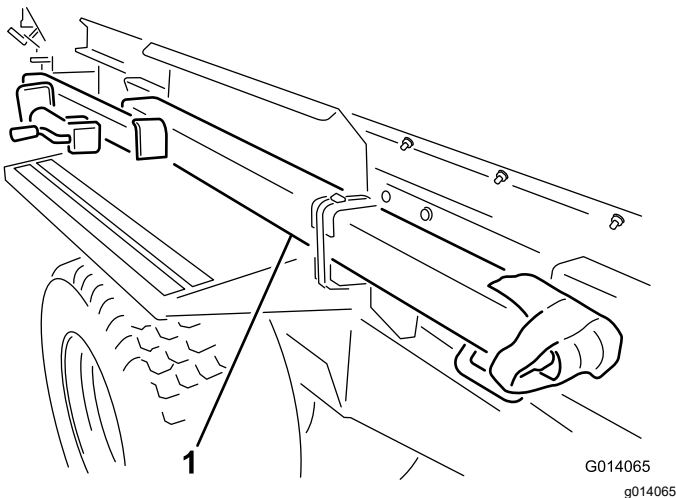

Figura 3
3. Retire o engate da posição de transporte cortando ambas as fitas que o prendem ao guarda-lamas (Figura 3). Retire ambos os suportes de envio do guarda-lamas e deite-os fora.